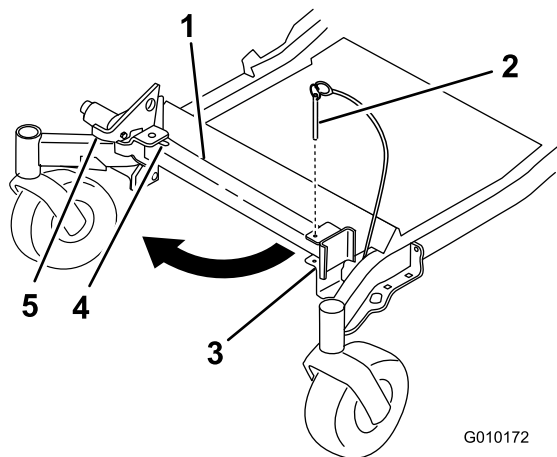
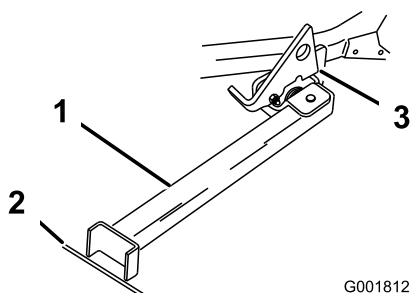

Bild 40
Bild 41
2. Nehmen Sie den Halterungsstift ab (Bild 40).
3. Heben Sie den Riegel an. Drehen Sie den Ständerfuß nach vorne heraus und schieben Sie den Ständer zur Maschine in den unteren Schlitz (Bild 40 und Bild 41).
4. Stellen Sie den Fuß auf den Boden und lassen Sie den Riegel auf der Drehlasche aufliegen (Bild 41).
Hinweis: Stellen Sie den Ständerfuß am besten in Risse auf Gehwegen oder in der Rasenfläche (Bild 41).
6. Fahren Sie auf den Stand auf. Halten Sie an, wenn der Riegel über die Lasche in die arretierte Stellung einrastet (Bild 41). Stellen Sie nach dem Auffahren auf den Stand die Feststellbremse fest und stellen Sie den Motor aus.
5. Stellen Sie den Ständer wieder in die Ruhestellung (Bild 40).